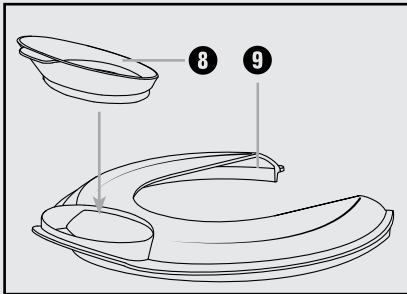

Abb. 2: Montage der Einfüllhilfe
- ▶ Falls gewünscht, können Sie die Einfüllhilfe **8** am Deckel **9** montieren (Abb. 2):